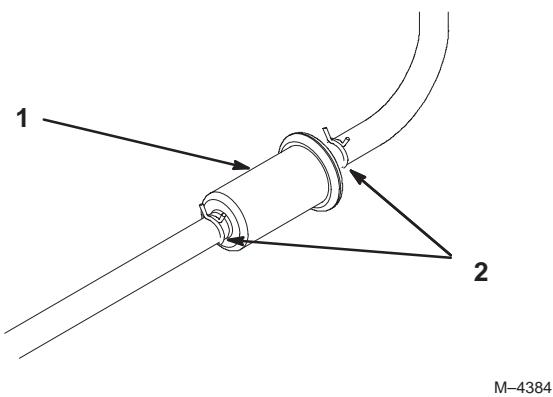

Figure 42
3. Pincez les extrémités des colliers et faites glisser ceux-ci pour les éloigner du filtre (Fig. 42).